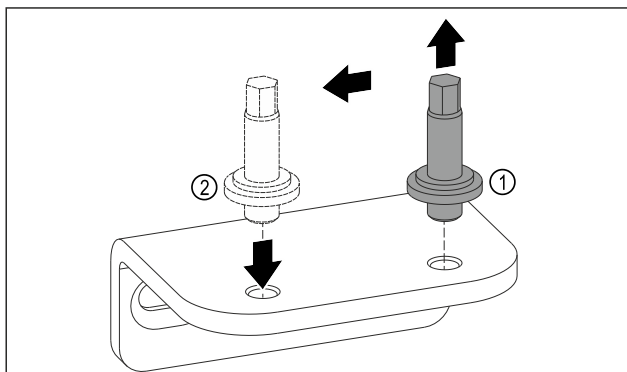

Fig. 13
- Dévisser l'axe du support de palier inférieur avec une clé mâle coudée pour vis à six pans creux de 5. Fig. 13 (1)
- Placer l'axe du côté opposé. Fig. 13 (2)